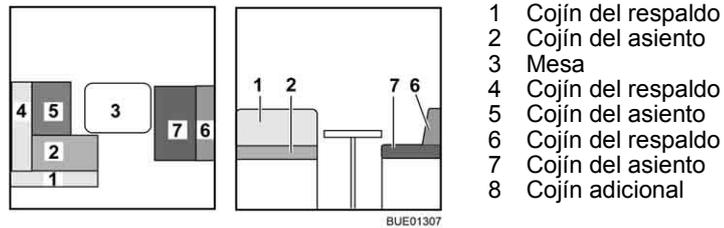

Fig. 127 Antes de la transformación
- Transformar la mesa (Fig. 127,3) en base de cama (véase apartado 6.10).
- Quitar los cojines del respaldo (Fig. 127,1 y 4) y ponerlos a un lado.